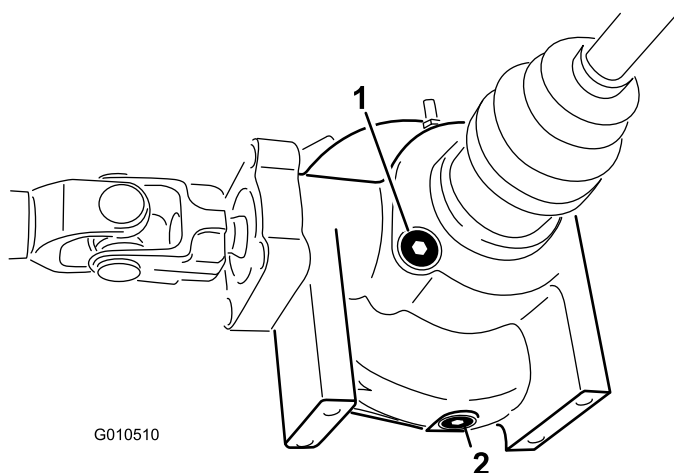

Bild 18
2. Reinigen Sie den Bereich um die Füll-/Prüfschraube seitlich am Differenzial (Bild 18).